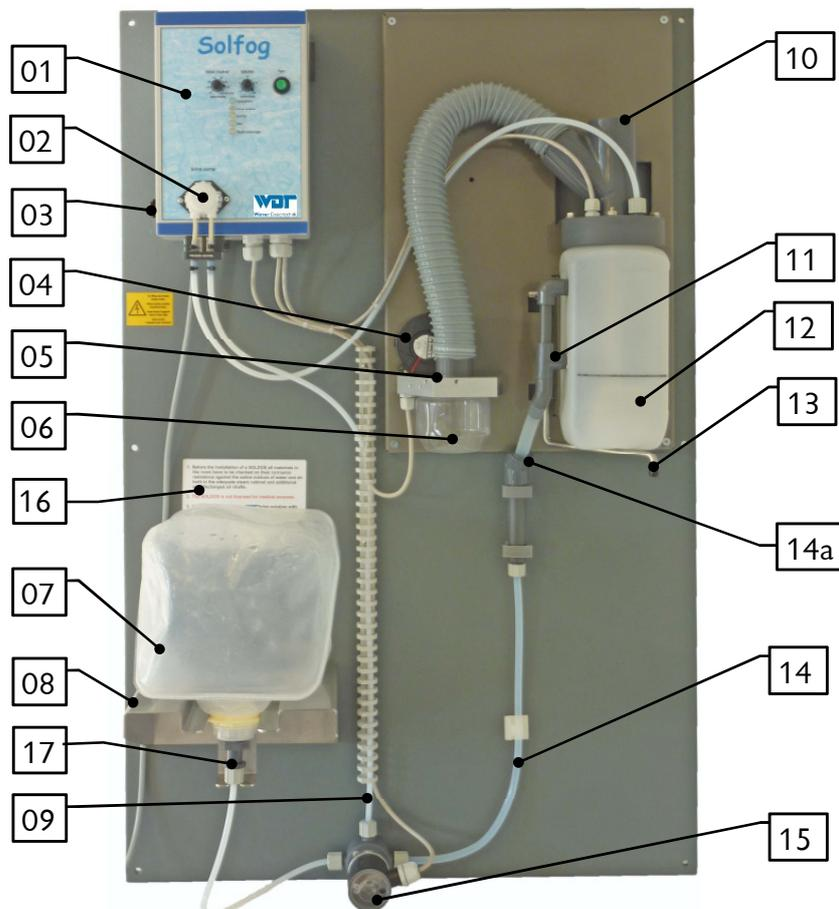

Рис. 7, генератор соленого тумана 5кг
2. Резервуар генератора (12, см. рис. 7) снять. Для этого поверните держатель (13) в сторону, вытяните шланг из уголка 45° и вытяните резервуар. Почистите ёмкость и заполните её до отметки (примерно 0,7 л.) 5-%ным раствором соли или питьевой водой. После этого установите её вновь на прибор. При заполнение гарантированно прибор при включение сразу производит туман.
3. Новый, неиспользованный резервуар (07) с 5% соляным раствором соединить с линеей дозирования.
- Держите пустой резервуар крышкой вверх. Затем вытесните соединительную втулку (24) из соединительной муфты узла подсоединения (22).
- Затем накрутите узел подсоединения (22) на открытую ёмкость. Теперь вставьте втулку (24) в муфты узла подсоединения (22) . Ёмкость снова закрыта.
- Переверните закрытую ёмкость на 180° и вставьте в консоль так, чтобы жёлтое кольцо (21) легло под консоль.
6. Насос подаёт немного больше раствора соли, чем необходимо для затуманивания для того чтобы исключить работу ультразвукового генератора в сухую. Поэтому через отводящую трубу (14) всегда течёт немного раствора соли назад в всасывающую линию насоса.
8. Для установки воздушного потока необходимо кнопку **Вентилятор** (40) держать нажатой и потенциометром **Пауза** (39) выставить желаемую интенсивность воздушного потока. Затем кнопку **Вентилятор** отпустить. При этом выставляется сила воздушного потока с которым соленой туман поступает в кабину.